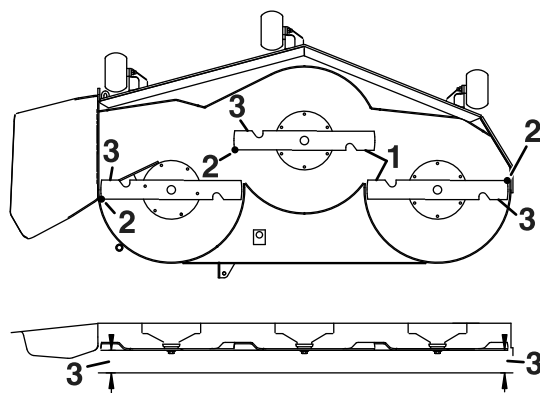

Figure 119
6. Mesurez la distance entre la pointe des lames et le sol plat (Figure 119). Si les mesures diffèrent
12. Tournez prudemment les lames pour qu'elles soient parallèles dans le sens transversal (Figure 119).